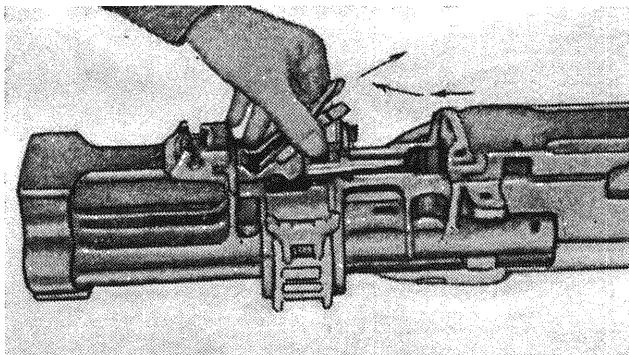

Рис. 62
10. Вынуть отражатель из коробки, сдвигая его назад и поднимая передний конец вверх (рис. 62).